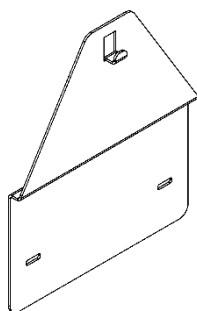

Рисунок 6.
7.2.3 При установке аппарата на место где ранее был установлен аппарат марки «NEVA» или «BaltGaz», который крепился к стене с помощью двух крючков, можно выкрутить данные крючки и использовать отверстия для установки переходной планки (см. рис. 6). Переходная планка 124610-00.050 позволяет смонтировать аппарат с использованием уже имеющихся крепежных отверстий в стене. Переходная планка приобретается отдельно в фирменных магазинах или на сайте [baltgaz.ru](http://baltgaz.ru).